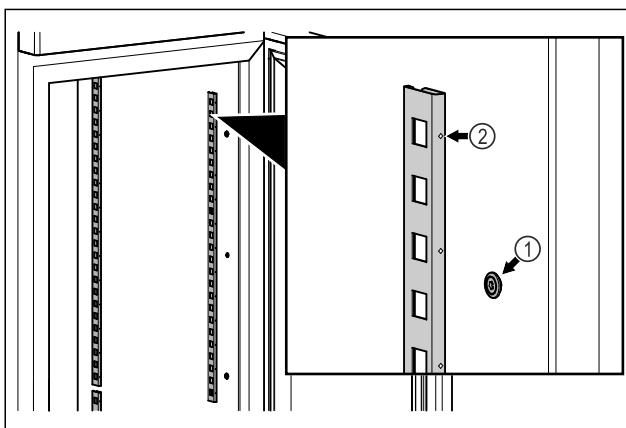

Fig. 17 Representación a modo de ejemplo
- Enganchar las tiras de retención en la suspensión Fig. 17 (1). La marca Fig. 17 (2) debe apuntar hacia delante.